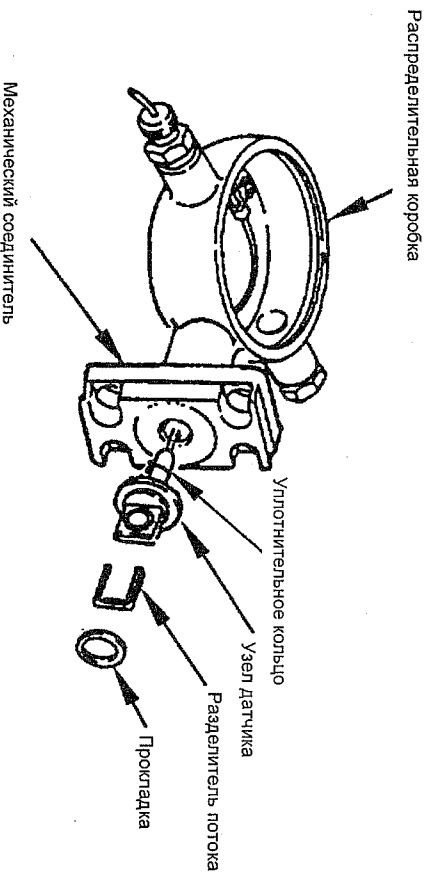

Рис. 37. Датчик, механический соединительный узел и распределительная коробка
5. Переместите датчик и извлеките его из механического соединительного узла как показано на рис. 37.
2. Осторожно проведите провод датчика через отверстие в механическом соединительном узле и осторожно вытяните провод датчика из распределительной коробки пока датчик не коснется механического соединительного узла. См. рис. 37.